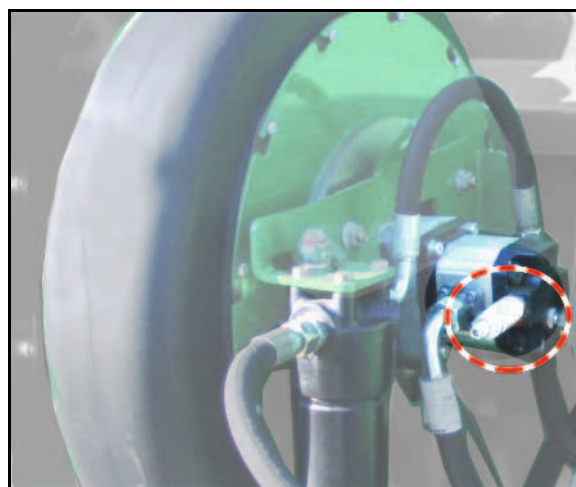

Рис. 84
Логарифмический диск имеет три шкалы: внешней шкалы белого цвета (Рис. 84/1) для всех норм высева свыше 30 кг/га и внутренней шкалы белого цвета (Рис. 84/2) для всех норм высева ниже 30 кг/га. На средней, цветной шкале (Рис. 84/3) указаны положения редуктора от 1 до 100.
2. Значение нормы высева – **125 кг/га** (Рис. 84/A) и положение редуктора – **50** (Рис. 84/B) устанавливаются на логарифмическом диске друг над другом.
3. Теперь с помощью логарифмического диска узнайте значение положения редуктора для нужной нормы высева **175 кг/га** (Рис. 84/C). На нашем примере положение редуктора равно **70** (Рис. 84/D).